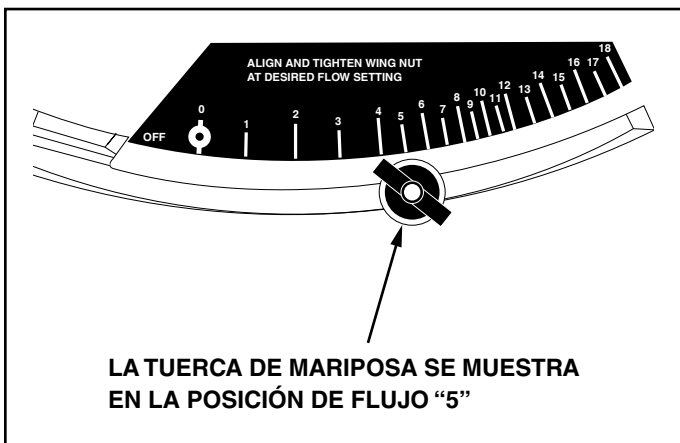

FIGURA 25
4. Afloje la tuerca de mariposa plástica y muévela al punto de ajuste deseado. Vuelva a apretar la tuerca. Vea la Figura 25.